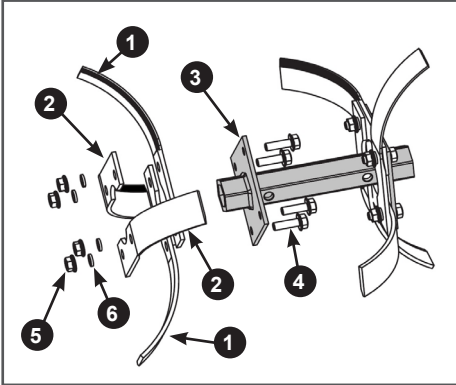

Рис. 15. Установка ножей на внутренний фланец основной секции оси фрезы
4. Установите ножи на внешний (со стороны редуктора) фланец 3 основной секции оси (Рис. 15). Со стороны уже собранной на внутреннем фланце группы ножей вставьте в отверстия во внешнем фланце 3 оси болты 4, далее в соответствии с рисунком 15 на внешний фланец 3 оси с внешней его стороны установите правые ножи 1 (имеющие изгиб в сторону от редуктора). После этого установите левые ножи 2 (имеющие изгиб к редуктору) как показано на Рис. 15, затем установите пружинные шайбы 6 и закрутите гайки 5 (Рис. 15). Затяните все резьбовые соединения